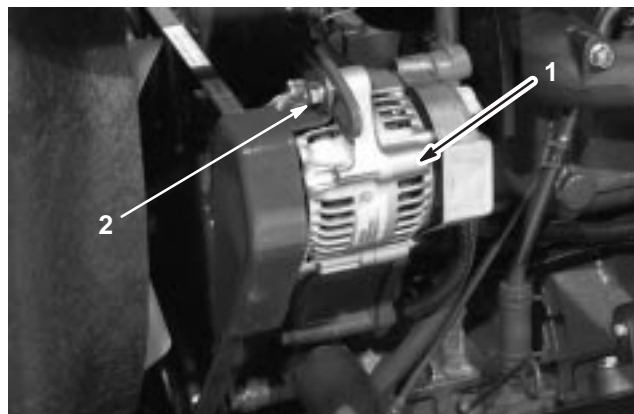

Bild 52
Kontrollieren Sie den Zustand und die Spannung der Treibriemen (Bild 52) alle 100 Betriebsstunden.
2. Lockern Sie bei einer Durchbiegung von weniger als 10 mm die Befestigungsschrauben der Lichtmaschine (Bild 52). Erhöhen oder reduzieren Sie die Spannung des Lichtmaschinen-Treibriemens und ziehen Sie die Schrauben wieder fest. Prüfen Sie die Riemenspannung noch einmal auf korrekte Einstellung.